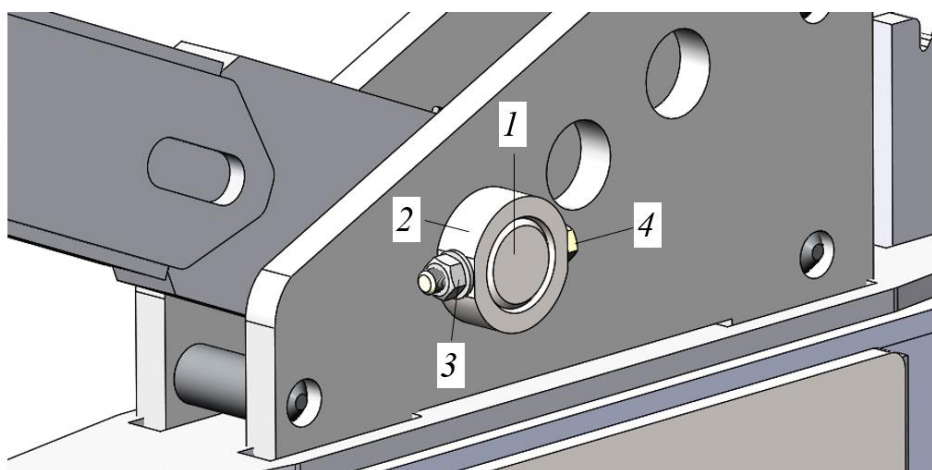

Рисунок 3.102. Центрирование отверстий тяги с толкающим брусом
- Зафиксировать палец 1 кольцом 2, используя болт 4, шайбы и гайку 3, см. рис. 3.102. Крепежное соединение (М16) затянуть моментом не более 280 Н*м.